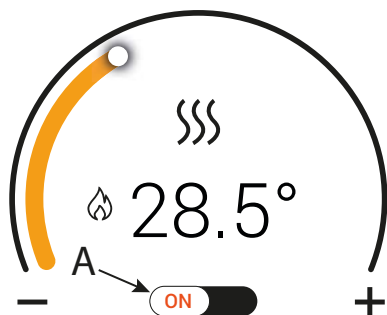
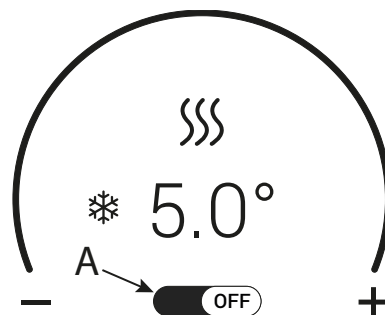

fig. 4- Funcția „Încălzire” activă
fig. 5- Funcția „Încălzire” inactivă
Atingând comanda "A" (fig. 4 și fig. 5) este posibil să activați (ON) sau să dezactivați (OFF) funcționarea în modul Încălzire.